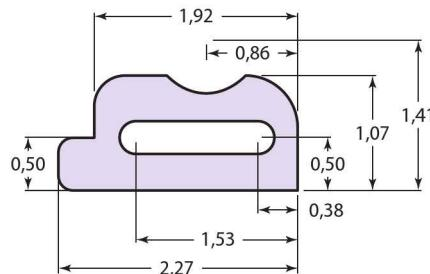

Figura 8-31 Questão 10. Onde o PZP poderia estar localizado?
10. Onde poderia estar localizado o PZP para o trabalho de fresagem mostrado na Figura 8-31?